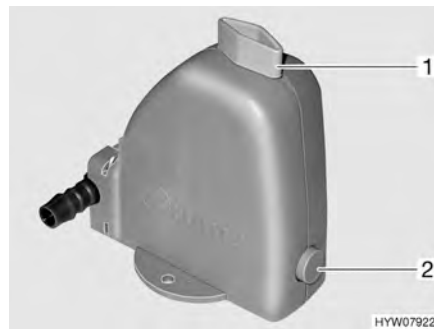

Bild 146 Varmvattenberedarens säkerhets-/avtappningsventil
Varmvattenberedaren är utrustad med en säkerhets-/avtappningsventil (Bild 146). Säkerhets-/avtappningsventilen gör så att vattnet i varmvattenberedaren inte kallnar när det är frost och värmen inte är påslagen.
- Säkerhets-/avtappningsventilen stängs. Ställ vredet (Bild 146,1) diagonalt mot säkerhets-/avtappningsventilen och tryck in tryckknappen (Bild 146,2).
- Öppna säkerhets-/avtappningsventil. Vrid då vredet (Bild 146,1) mot säkerhets-/avtappningsventilen. Tryckknappen (Bild 146,2) skjuts ut. Nu töms varmvattenberedaren via säkerhets-/avtappningsventilen utomhus.